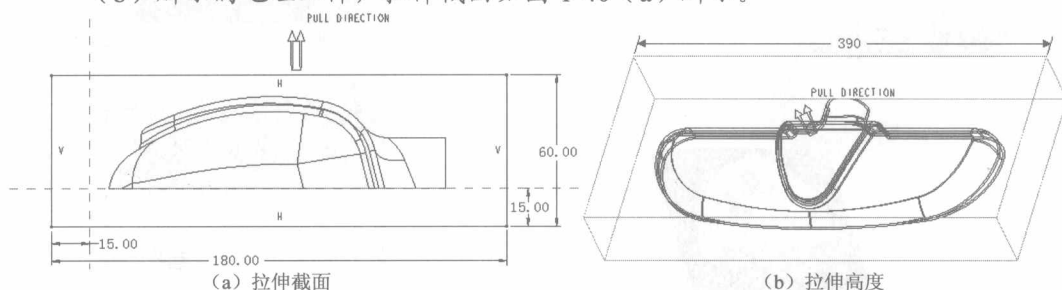

图1-40 产生毛坯工件
4. 设置模型收缩比率为“0.005”，选择 MOLD_RIGHT 基准面，绘制如图 1-40 (b) 所示的毛坯工件，拉伸截面如图 1-40 (a) 所示。